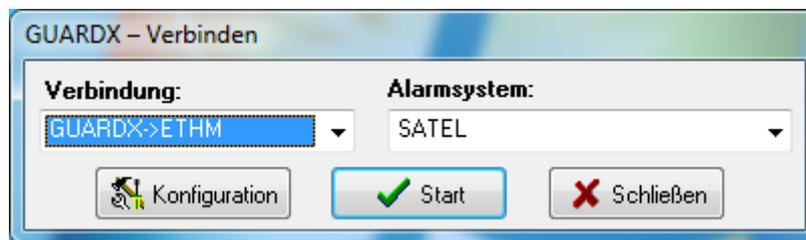

Abb. 15. Programm GUARDX: Startfenster.
Wenn Sie die Einstellungen für die Kommunikation mit dem Alarmsystem konfigurieren möchten, wählen Sie im Startfenster des Programms GUARDX im Feld „Verbindung“ die Kommunikationsmethode aus („TCP/IP: GUARDX->ETHM“, „TCP/IP: GUARDX<-ETHM/INT-GSM“ oder „TCP/IP: Server SATEL“), und demnächst klicken Sie auf die Schaltfläche „Konfiguration“ (Abb. 15).
1. Im Startfenster (Abb. 15), im Feld „Verbindung“ wählen Sie „TCP/IP: GUARDX->ETHM“ aus und klicken Sie auf „Start“.
1. Im Startfenster (Abb. 15), im Feld „Verbindung“ wählen Sie „TCP/IP: GUARDX<-ETHM/INT-GSM“ aus und klicken Sie auf „Start“.
1. Im Startfenster (Abb. 15), im Feld „Verbindung“ wählen Sie „TCP/IP: GUARDX<-ETHM/INT-GSM“, und demnächst klicken Sie auf die Schaltfläche „Start“.
1. Im Startfenster (Abb. 15), im Feld „Verbindung“, wählen Sie „TCP/IP: Server SATEL“, und danach klicken Sie die Taste „Start“.